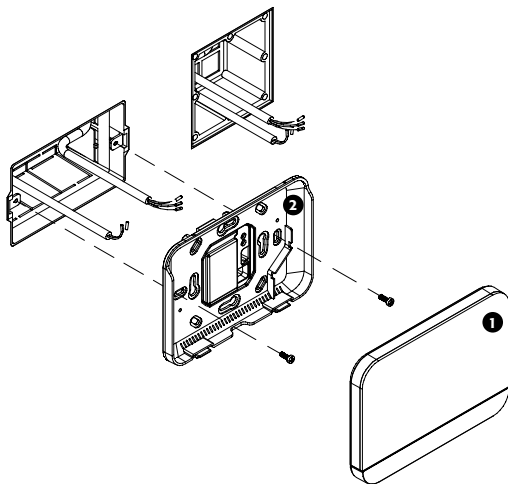

Fig. 3
1. Effectuer les connexions électriques en respectant la polarité et les connexions selon la Fig. 3.